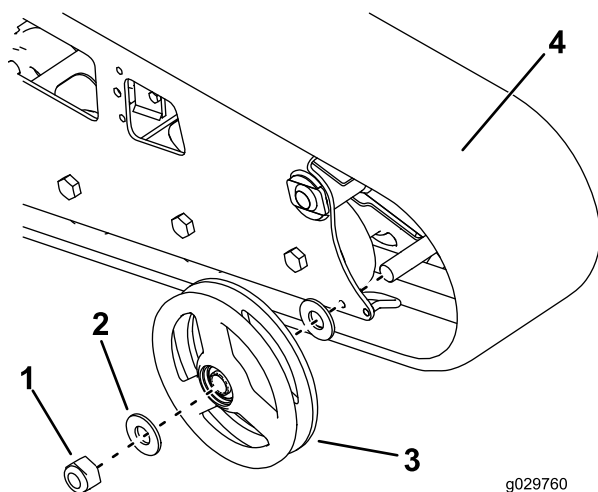

Figura 55
2. Togliete il dado di fissaggio della ruota anteriore esterna e rimuovete la ruota (Figura 55).
3. Togliete il cingolo (Figura 55).
4. Estraete le 2 rondelle grandi dalle ruote esterne, una per lato su ciascuna ruota (Figura 55).
7. Montate il nuovo cingolo (Figura 55).
8. Montate la ruota anteriore esterna e fissatela con il dado tolto in precedenza (Figura 55).